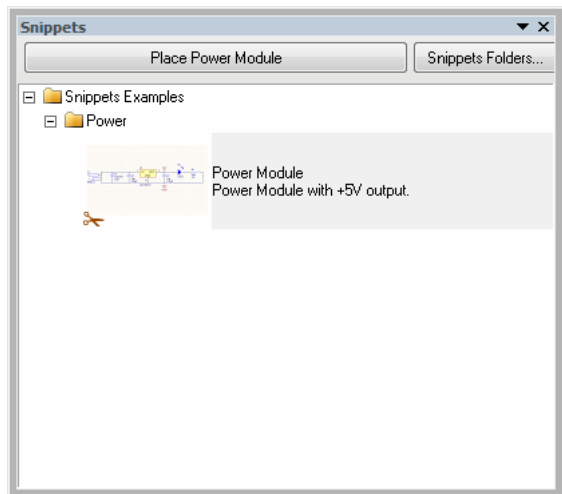

图 6-12 存储了片段的 Snippets 面板
(5) 单击面板标签栏的 System 标签，在弹出的菜单中选择 Snippets 命令，打开 Snippets 面板，即可看到所选取的电源模块以缩略图的方式存放在 Power 文件夹中，如图 6-12 所示。